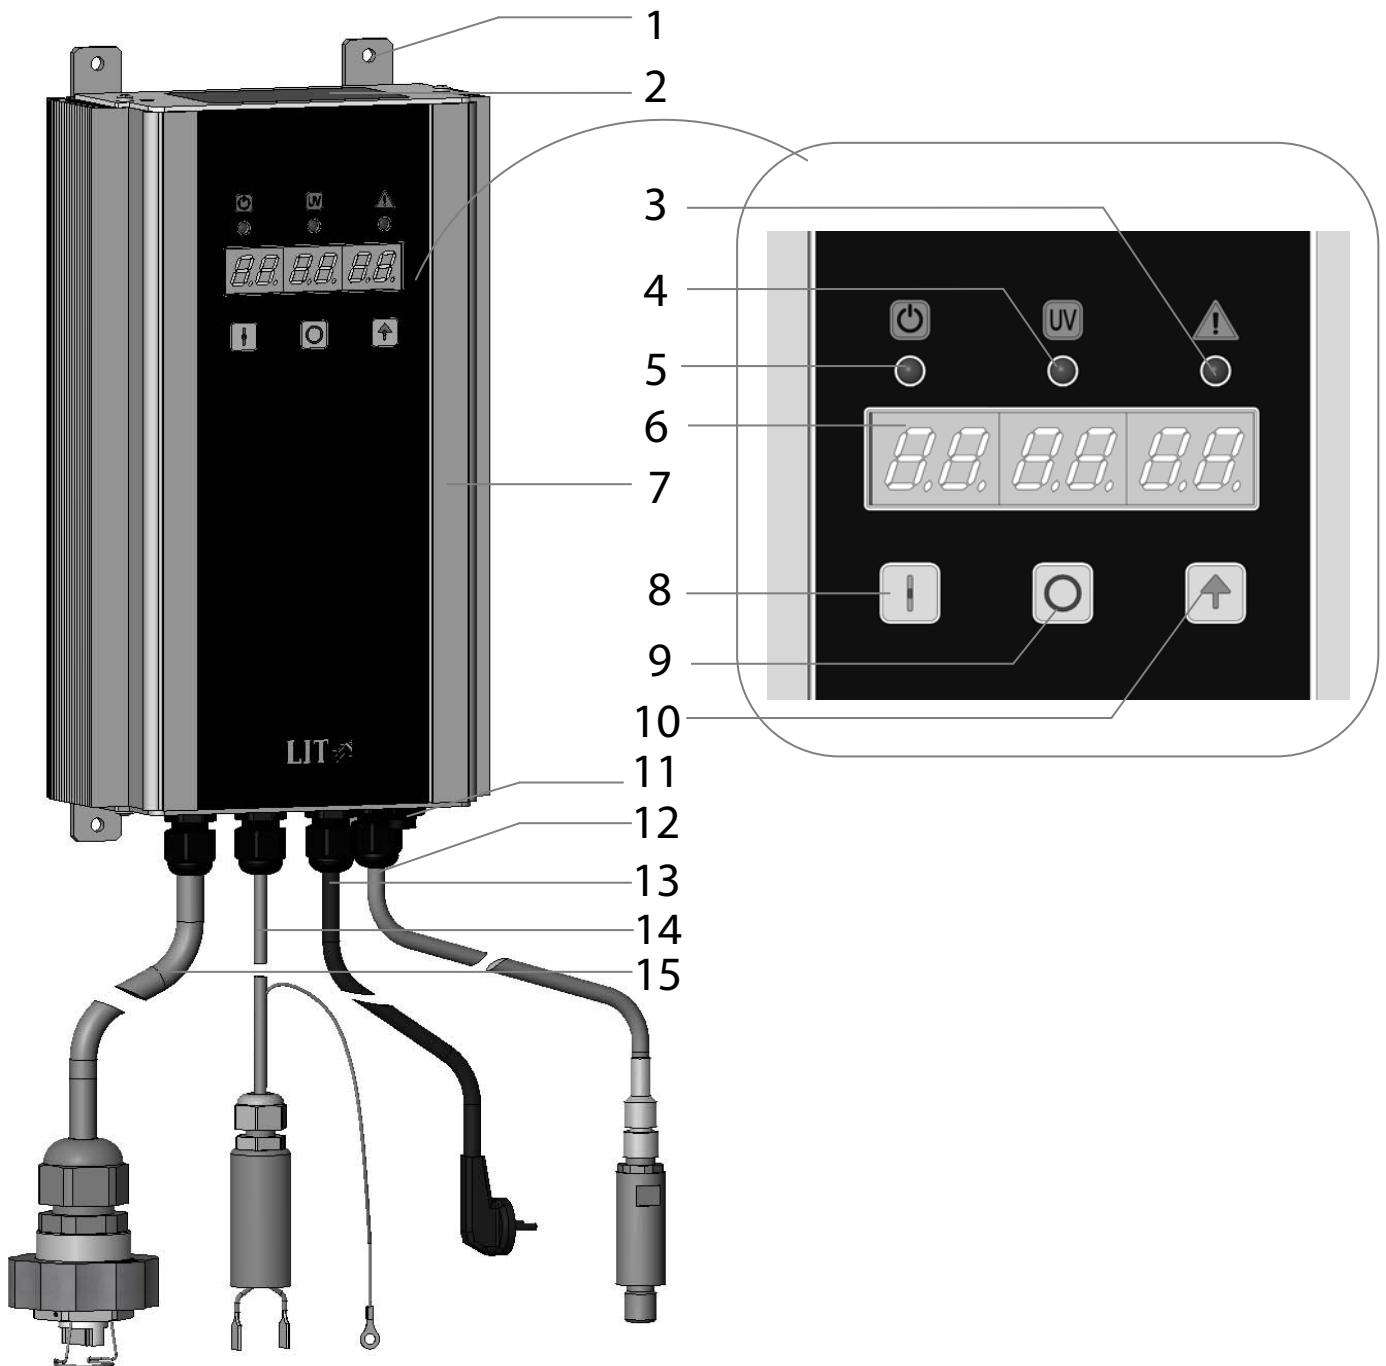

Рисунок 3. Пульт управления
- ПУЛЬТ УПРАВЛЕНИЯ (см. Рисунок 3) предназначен для управления установкой и контроля за её работой, а также для размещения электронного пускорегулирующего аппарата (ЭПРА).
Пульт управления обеспечивает выключение УФ лампы при обнаружении аварийных состояний с отображением на дисплее 6 (см.Рисунок 3) кода ошибки, при этом светится или мигает индикатор . В таблице 3 представлены сообщения об ошибках, вероятные причины и методы их устранения. Ошибки с кодами «Е» и «F» сбрасываются только отключением питания пульта управления. При других ошибках пульт управления можно выключить нажатием кнопки или повторно перезапустить нажатием кнопки .
Пульт управления имеет возможность дистанционной блокировки работы лампы с отображением на дисплее (поз. 6 см. Рисунок 3) сообщения «  ». Допускается использование контакта реле или электронного ключа с падением напряжения не более 2В при токе 5мА. Если во время работы произойдет размыкание цепи дистанционного выключения, лампа выключится, световой индикатор  (см. Рисунок 3) погаснет, а на дисплее отобразится надпись «  ». При замыкании цепи пульт управления, если до этого он был включен вручную, автоматически перейдет в режим предварительного прогрева и далее работы лампы.
Пульт управления имеет встроенный счетчик времени наработки лампы в часах. При наработке более 12000 часов дисплей б (см. Рисунок 3) мигает, последовательно отображая текущую интенсивность **U XX.X**, время наработки **H 12345**. Точность подсчета времени $\pm 3\%$. После замены УФ лампы на новую счетчик наработки нужно обнулить (во время работы УФ лампы).